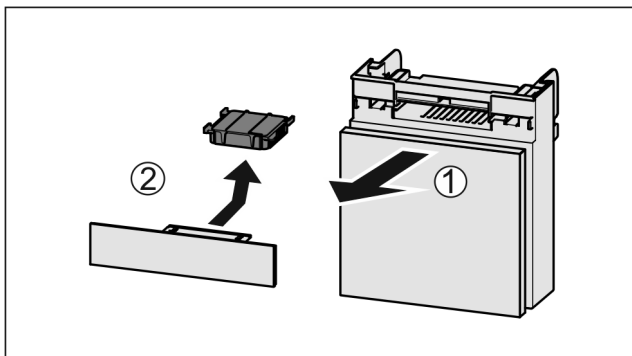

Fig. 123
- ▶ Zásuvku vytáhněte dopředu Fig. 123 (1).
- ▶ Filtr s aktivním uhlím vyjměte Fig. 123 (2).